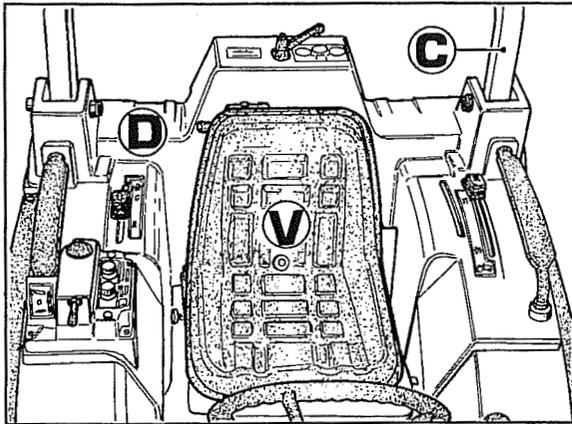

Fig. 7
2. Enlever le siège V fig. 7.
3. Enlever l'arceau de sécurité C et la coque en résine de verre D fig. 7 après avoir enlevé les poignées, manettes et le support des commandes de relevage.